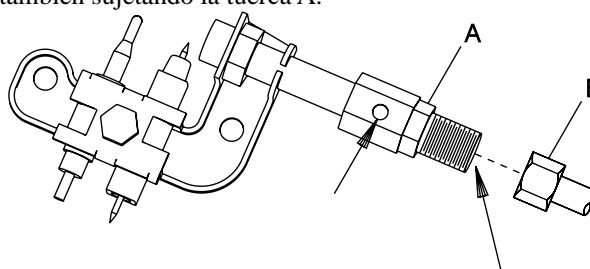

Figura 18
Piloto Sensor de Agotamiento de Oxígeno (Figura 18)
5. Desconectar el tubo del piloto (ver Figura 18, Pág. 15). Sujetar la tuerca A con una llave mientras que se sujeta la tuerca B con una segunda llave.